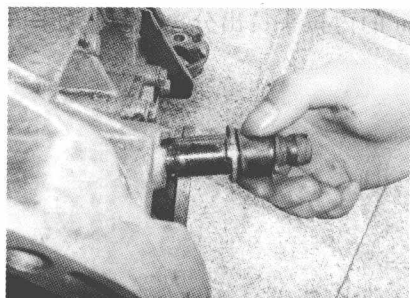

图 1-17 取出分离叉左右衬套
9) 取出分离叉左右衬套, 并将所拆的零件置于工作台上, 如图 1-17 所示。